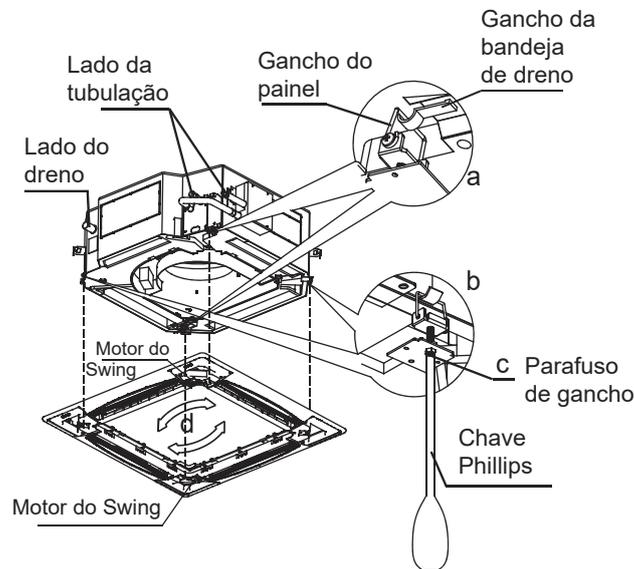

Figura 3.15
2. Durante a instalação, primeiro pendure o lado do motor do Swing do painel e conecte no lado oposto do painel ao corpo da unidade ao gancho correspondente da bandeja de dreno (veja "a" na Figura 3.15). Depois pendure os dois ganchos remanescentes do painel na braçadeira de suspensão correspondente do corpo da unidade terminal (veja "b" na Figura 3.15).
4. Ajuste os quatro parafusos do gancho do painel (veja "c" na Figura 3.15) para manter o painel na horizontal e, em seguida, levante-o nivelado até o teto.
5. Ajuste ligeiramente o painel na direção "d" (veja "d" na Figura 3.15) de modo que o centro do painel se alinhe ao centro da abertura do teto. Verifique se os ganchos de todos os quatro cantos estão firmemente no lugar.